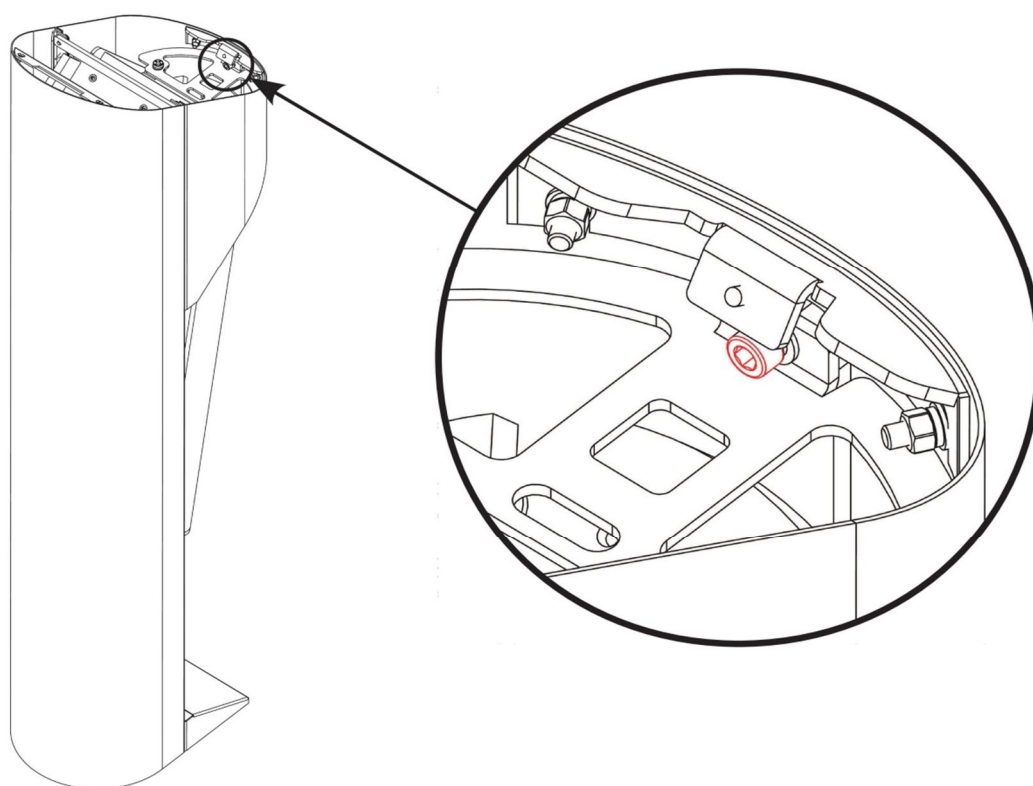

Рис. 9
- отверните винт М6 ГОСТ11738-84 (Рис. 9);